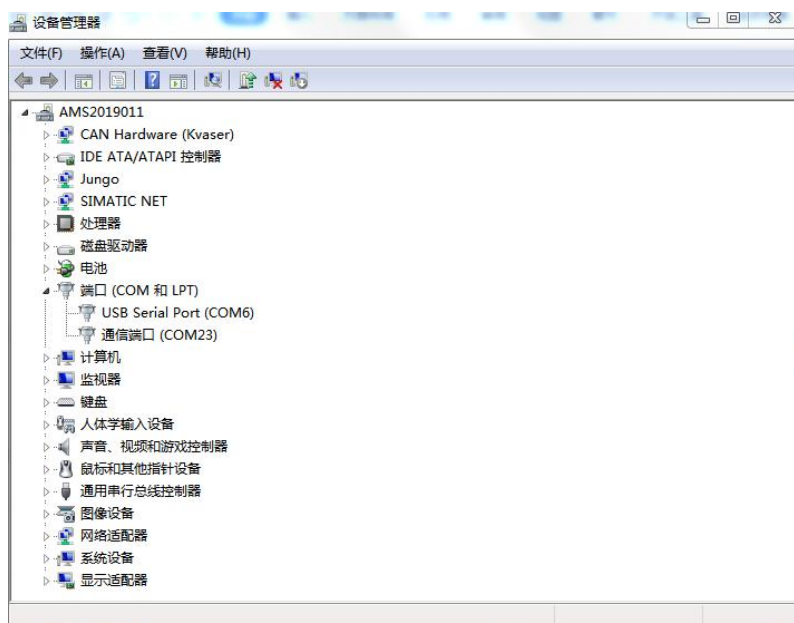

图 5.2.1 USB 转串口线连接
1) 将 USB 转 RS485 串口线连接电脑，并安装好相应的驱动，确保 Windows 已经识别到串口，并在设备管理器中能够找到串口号，如图 5.2.1 中 COM6：